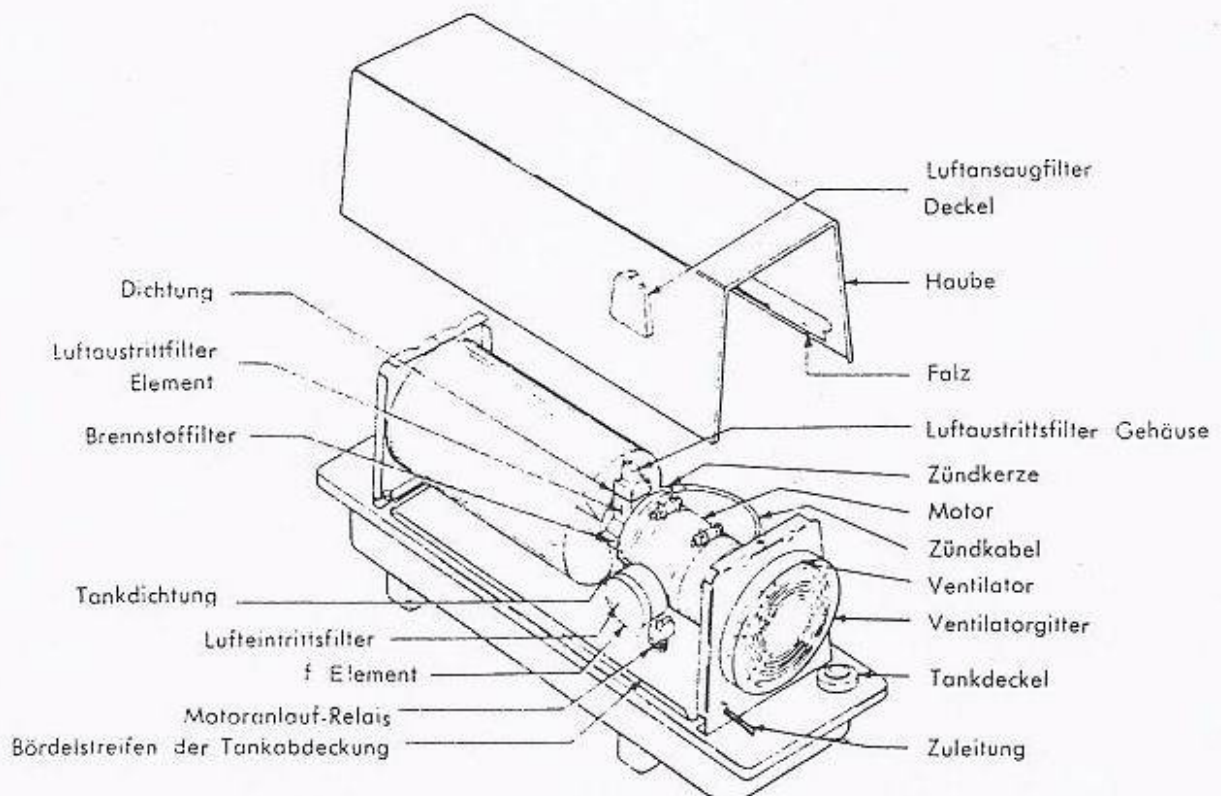

Bild 2
Kontrollieren und reinigen Sie den Filter regelmäßig (mindestens nach 500 Betriebsstunden). Eine Reinigung ist erforderlich, sobald das Filterelement einen Staubfilm aufweist. Zur Kontrolle und Reinigung entfernen Sie den Deckel am Gehäuse (Bild 2).
2. Bei Heizern mit Flammenüberwachung entfernen Sie auch die Fotozelle (Bild 2).